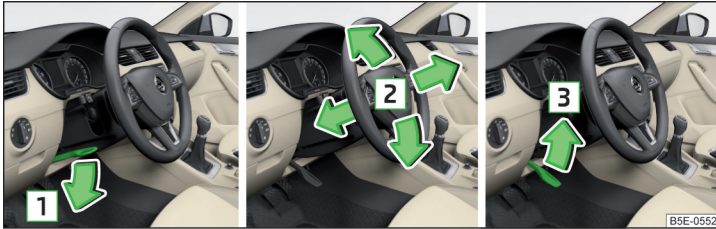

Abb. 16 Lenkradposition einstellen
- Den Sicherungshebel unter dem Lenkrad in Pfeilrichtung **1** schwenken » Abb. 16.